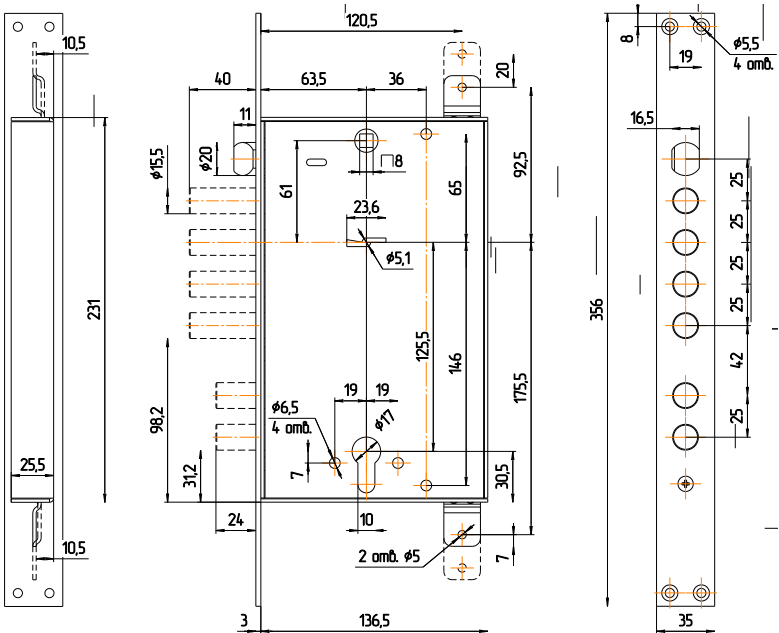

Рис.2
- 4.1. Установочные размеры замка показаны на рис.2.
5.1. Произвести разметку и выполнить на полотне двери гнездо для корпуса замка, отверстия для ключа сувальдного механизма, для МЦ, для стержня ручек фалевых, для крепления накладок, а в дверной коробке – отверстия для пальцев засовов, защелки (см. рис.2).